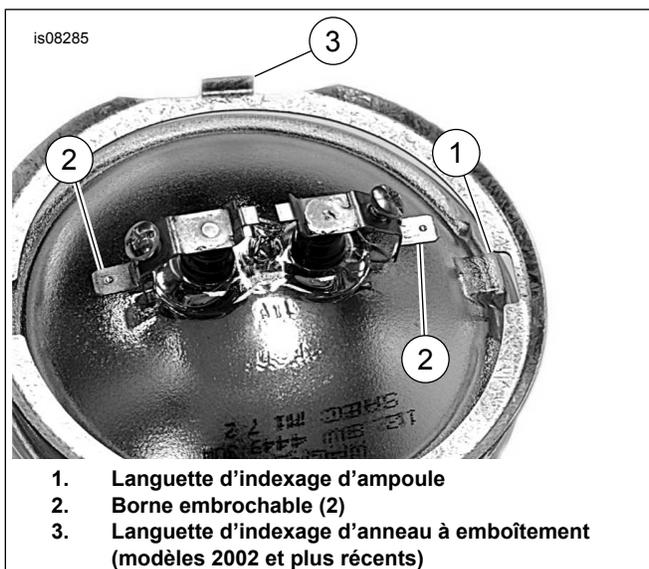

Figure 3. Borne d'ampoule de feu auxiliaire
7. Voir Figure 3. Placer l'anneau à emboîtement interne sur l'ampoule. Connecter le fil noir à la borne embrochable de l'ampoule à côté de la languette d'indexage d'ampoule (1) sur l'ampoule. Installer le fil gris sur l'autre borne embrochable.
9. Glisser le conduit (7) du kit sur le fil de feu.